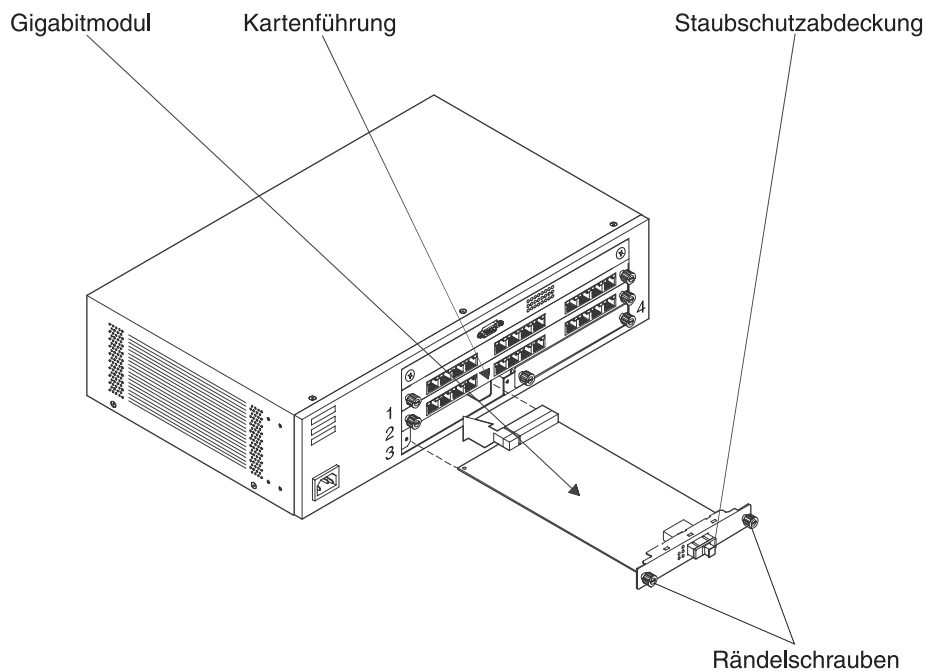

Abbildung 2-3. Installation eines wahlfreien Moduls (Teil 2)
Schritt 3. Setzen Sie das wahlfreie Modul ein. Hierzu schieben Sie es, wie in Abb. 2-3 gezeigt, in den Steckplatz hinein. Schieben Sie das Modul so weit in den Steckplatz hinein, bis Sie das Gefühl haben, daß es einen sicheren Halt hat. Das Modul darf hierbei nicht hineingezwängt, gedreht oder verbogen werden. Es sollte reibungslos hineingeschoben werden können.